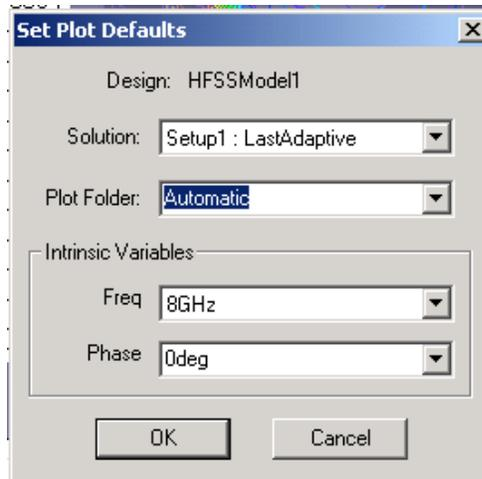

Рис. 8.46. Установки графиков по умолчанию
2. В меню **HFSS**, укажите на **Fields**, и затем кликните **Set Plot Defaults** . Появляется диалог **Set Plot Defaults** (рис. 8.46).